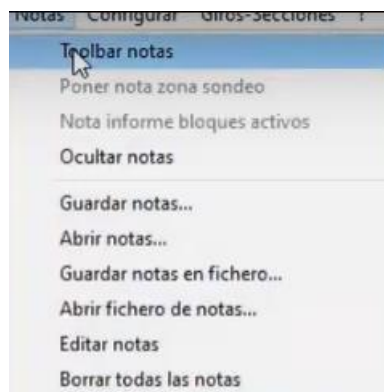

Figura 226. Herramienta de notas.
68. Presionar clic en el menú superior “Notas” y activar la barra de herramientas de notas. Figura 226.